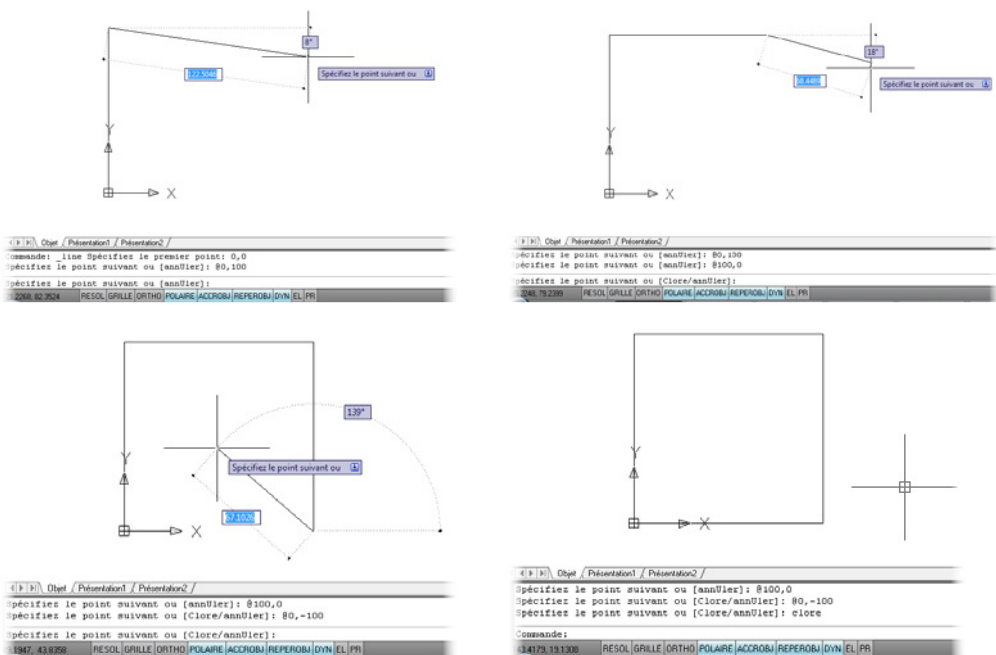

Figure 2.53
3. Au point : **0,100** (voir Figure 2.53, de gauche à droite et de haut en bas).